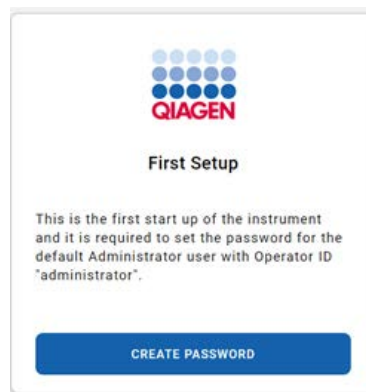

Abbildung 6. Bildschirm „First Setup“ (Ersteinrichtung).
2. Nach erfolgreicher Erstinstallation des QIAstat-Dx Rise muss der Systemadministrator ein Passwort für den Standardadministrator erstellen (Abbildung 6).